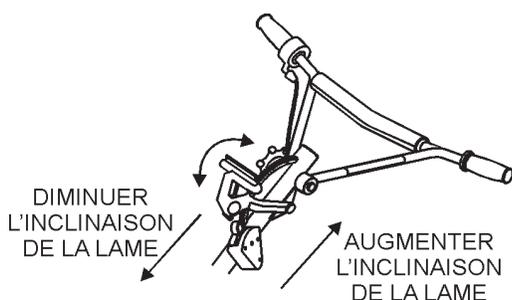

Figure 28. Poignée en T « Quick Pitch^{MC} »
1. Pour incliner les lames vers le haut à l'aide du manche « Quick-Pitch^{MC} » *Poignée en T*, (Figure 28) pressez simplement le verrou de déclenchement et tirez la *poignée en T* vers l'opérateur. Le fait de pousser la poignée vers le moteur causera un aplatissement des lames.